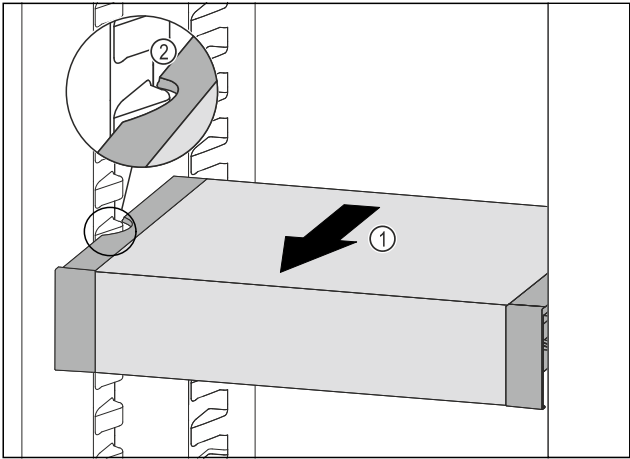

Fig. 104
► 向前拉动 VarioSafe Fig. 104 (1)，直至 VarioSafe 的侧部凹槽与冷藏区中的容器肋梁持平。Fig. 104 (2)